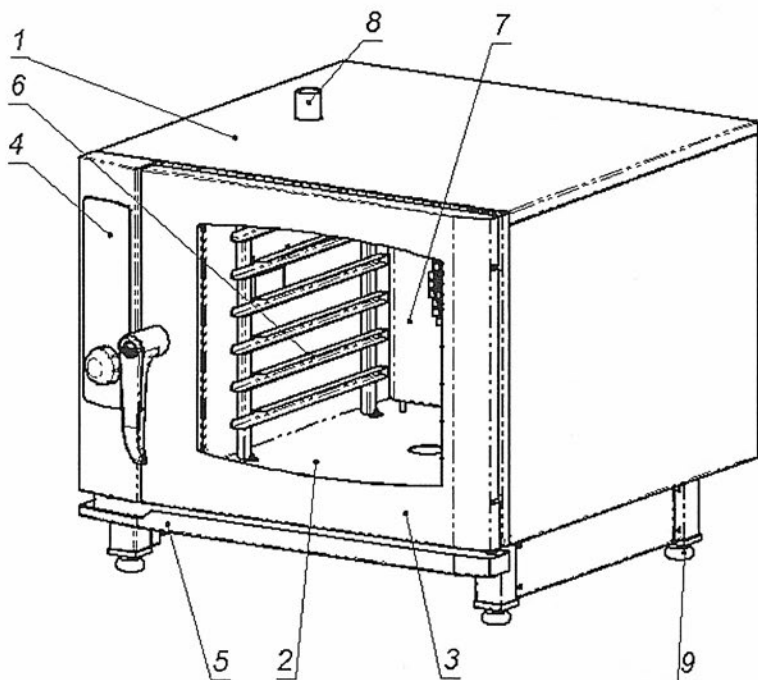

Рис.1 — Общий вид изделия
Изделие (см. рис. 1) состоит из корпуса (1), рабочей камеры (2), закрываемой дверью (3). Под дверью расположен лоток (5) для сбора конденсата. На передней части корпуса расположена панель управления (4). В рабочей камере расположены держатели полок (6), которые легко снимаются для обеспечения уборки рабочей камеры. В задней части рабочей камеры расположен вентилятор и ТЭНы, которые обеспечивают конвекцию и нагрев воздуха в рабочей камере. В целях безопасности вентилятор и ТЭНы отделены от рабочей камеры защитной решеткой (7), снять которую можно только при помощи инструмента. На решетке также расположен лоток для подачи воды на лопасти вентилятора и ТЭНы.
4.1. Общий вид изделия приведен на рис. 1, панель управления показана на рис. 2.